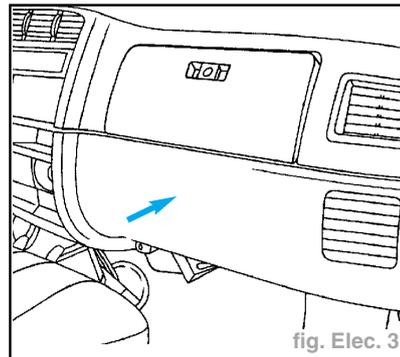

fig. Elec. 3
- Sous le tableau de bord inférieur côté passager se trouve un étrier sur lequel sont regroupés la majeure partie des relais, la centrale de verrouillage de portes et l'amortisseur électronique pour l'indicateur de niveau carburant (fig. Elec. 3).